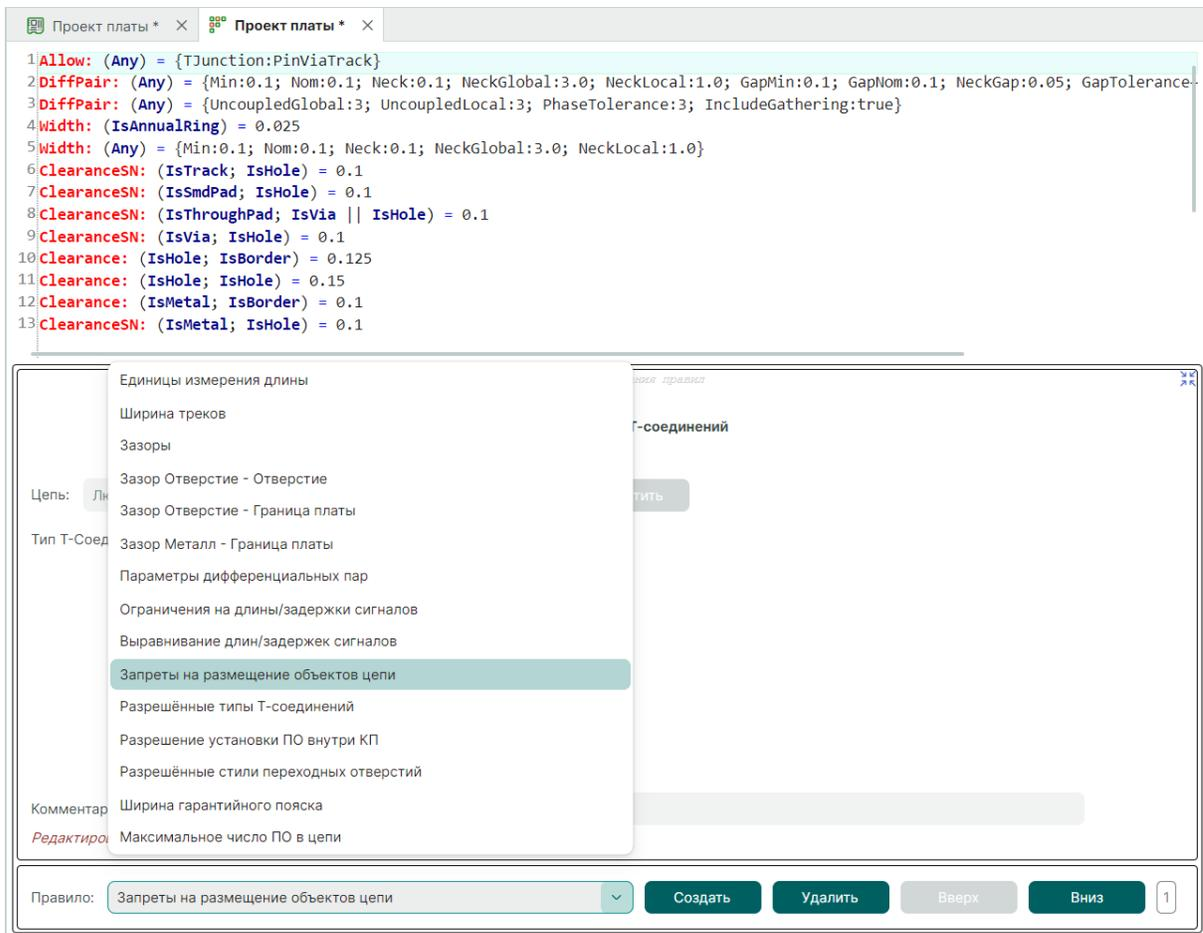

Рис. 173 Выбор типа ограничения
2. Из выпадающего меню «Правила» выберите тип ограничения – «Запреты на размещение объектов цепи» и нажмите кнопку «Создать», см. Рис. 173;